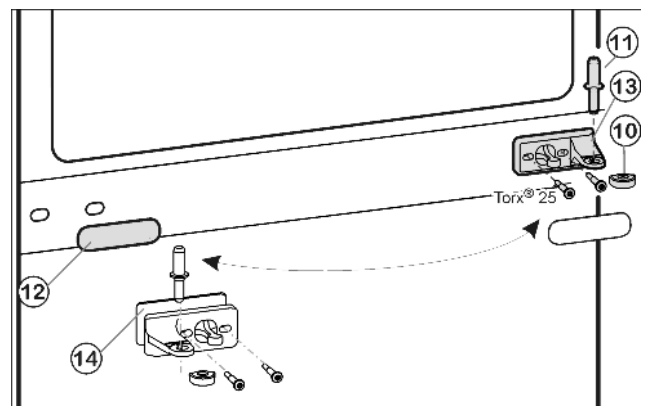
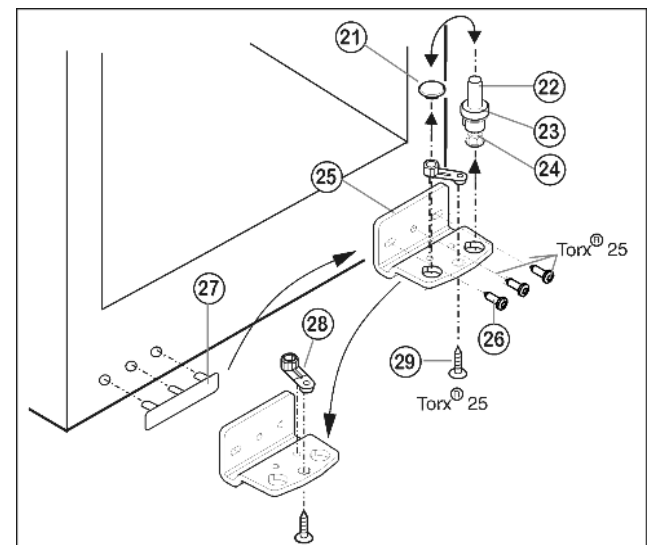

Fig. 9
Fig. 10
- ▶ Estrarre il perno di supporto centrale Fig. 9 (11) dal blocco di supporto e dalla porta inferiore.
- ▶ Staccare il coperchio di plastica Fig. 9 (10).
- ▶ Svitare il blocco di supporto centrale Fig. 9 (13) (2 x Torx® 25).
- ▶ Staccare il pannello di copertura Fig. 9 (12) facendo attenzione.
- ▶ Avvitare il blocco di supporto centrale Fig. 9 (13) con spessore Fig. 9 (14) ruotato di 180° sul nuovo lato cerniera saldamente a 4 Nm.
- ▶ Innestare nuovamente la copertura Fig. 9 (12) ruotata di 180° sul nuovo lato impugnatura.
- ▶ Togliere completamente il perno di supporto Fig. 10 (22) con l'ospessore Fig. 10 (23) e il piedino di regolazione Fig. 10 (24), estrarre tirando verso l'alto.
- ▶ Togliere il tappo Fig. 10 (21).
- ▶ Svitare il blocco di supporto Fig. 10 (25) Fig. 10 (26).
- ▶ Svitare l'elemento di supporto Fig. 10 (28) e spostarlo Fig. 10 (29) nel foro di alloggiamento opposto, serrarlo nuovamente.
- ▶ Staccare la copertura lato maniglia Fig. 10 (27) facendo attenzione e spostarla sul lato opposto.
- ▶ Fissare nuovamente il blocco di supporto Fig. 10 (25) sul nuovo lato cerniere, eventualmente servendosi di un avvitatore a batteria (a 4 Nm) a 4 Nm.
- ▶ Inserire nuovamente il tappo Fig. 10 (21) nell'altro foro.
- ▶ Inserire nuovamente il perno di supporto Fig. 10 (22), con lo spessore e il piedino di regolazione. Prestare attenzione in modo l'arresto sia rivolto verso il dietro.
- ▶ Appoggiare la porta inferiore dall'alto sul perno di supporto in basso Fig. 10 (22).
- ▶ Applicare nuovamente il coperchio di plastica Fig. 9 (10) sul blocco di supporto centrale Fig. 9 (13).
- ▶ Inserire il perno di supporto centrale Fig. 9 (11) sul nuovo lato cerniera attraverso il blocco di supporto centrale Fig. 9 (13) nella porta inferiore.
- ▶ Mettere la porta superiore sul perno di supporto centrale Fig. 9 (11).
- ▶ Eventualmente allineare le porte sopra le due asole nel blocco di supporto in basso Fig. 10 (25) e nel blocco di supporto al centro Fig. 9 (13) a filo con l'involucro dell'apparecchio. Svitare la vite centrale nel blocco di supporto in basso Fig. 10 (25).